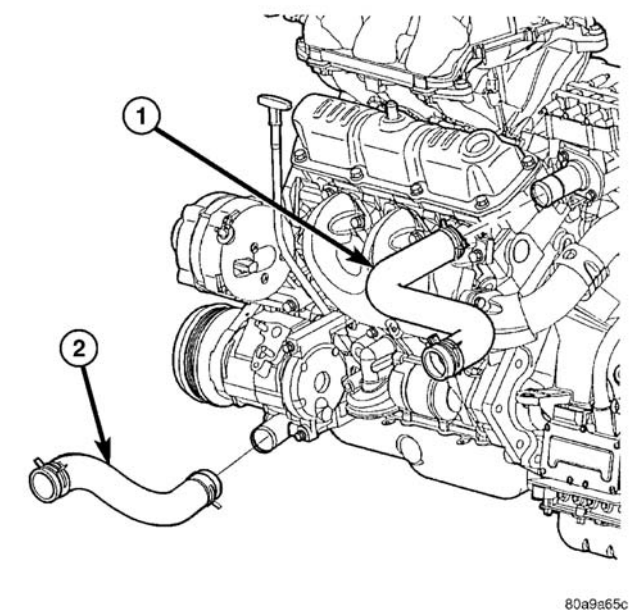
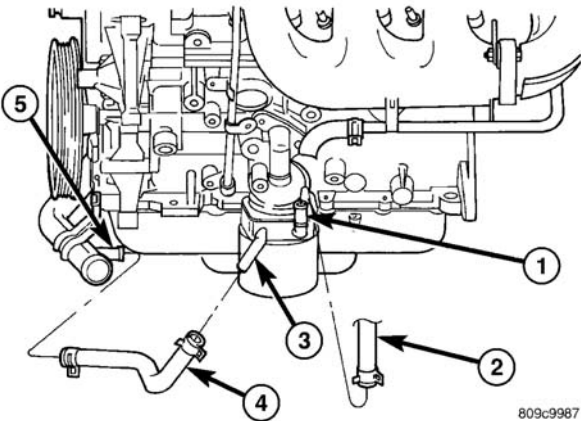

图 34 通向发动机的散热器软管-3. 3/3. 8L
图 35 发动机机油冷却器软管（配备发动机机油冷却器）
- （3）从进水软管处卸下散热器下软管（图 34）。
- （4）从进水管处卸下机油冷却器出口/暖风装置返回软管（仅当发动机配备了油冷却器时）（图 35）。
（5）将散热器下软管（图 34）和暖风装置返回软管（若配备了发动机机油冷却器的话）（图 35）连接至进水管。